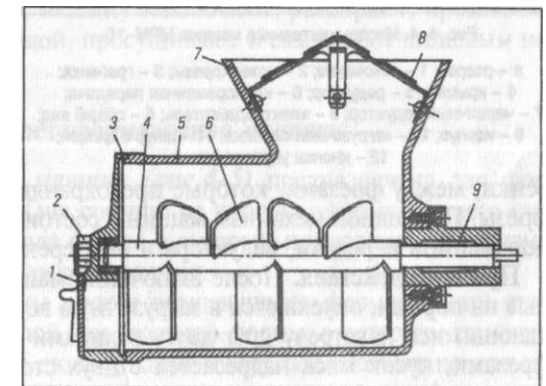

Рис. 4-3. Фаршмешалка МС8-150.
**Фаршмешалка МС-150 (рис.4-3)** — она состоит из алюминиевого цилиндрического корпуса, отлитого заодно с загрузочным бункером. Внутри рабочей камеры вставляется вал, на котором находятся лопасти, установленные под углом 300°, что обеспечивает перемешивание продукта и хорошую производительность машины.